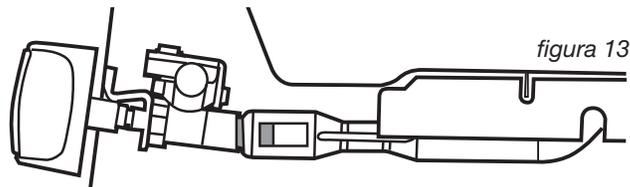

figura 13
- Chequear que el tubo Venturi esté adecuadamente posicionado sobre el orificio de la válvula de gas, como se muestra en figura 13.